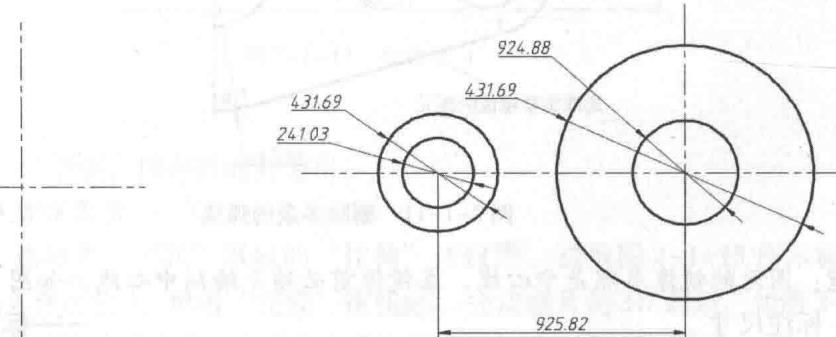

图 2-1-8 绘制中心线
② 绘制两条中心线。单击“草绘”选项卡中的“中心线”按钮 ，绘制水平中心线和竖直中心线，如图 2-1-8 所示。